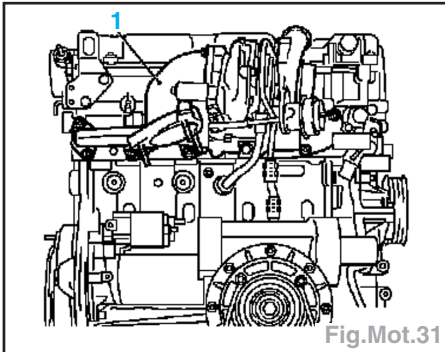

Fig.Mot.31
- Déposer du collecteur d'échappement le support du collecteur d'échappement (3).
- Démontez la conduite d'arrivée d'huile du turbocompresseur (4) (coté moteur).
- Déposer la conduite de câbles (5)
- Démontez la conduite de retour d'huile du turbocompresseur (2)
- Déposer le collecteur d'échappement (1) avec le turbocompresseur de la culasse et retirer l'ensemble par le haut (Fig.Mot.31).